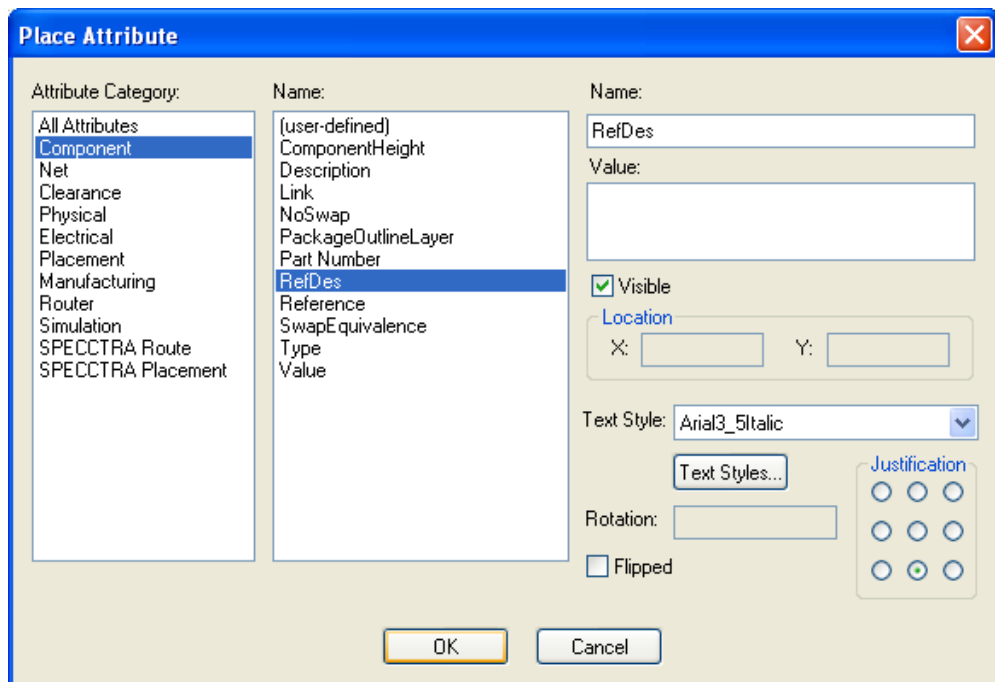

Рис. 4.14 – Диалоговое окно **Place Attribute** (Размещение атрибута)
- Вызовем диалоговое окно (рис. 4.14) **Place Attribute** (Установка атрибута) командой